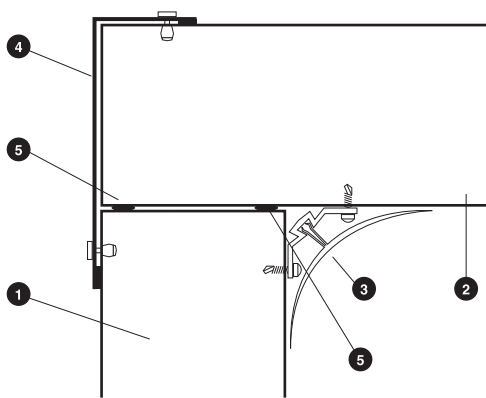

FIGURE 6.5 JONCTION PAROI-PLAFOND
- Jonction paroi – plafond (Figure 6.5)